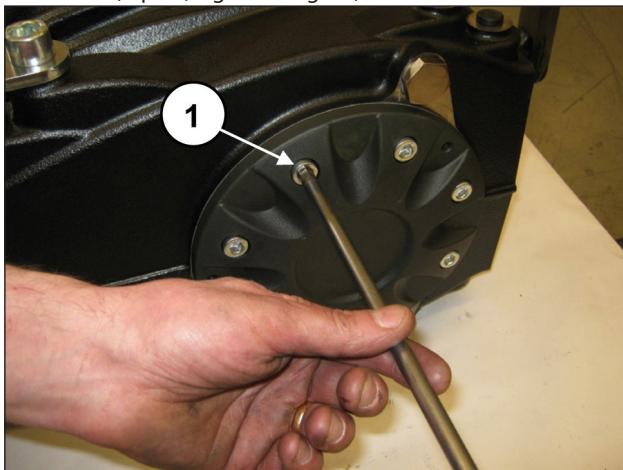
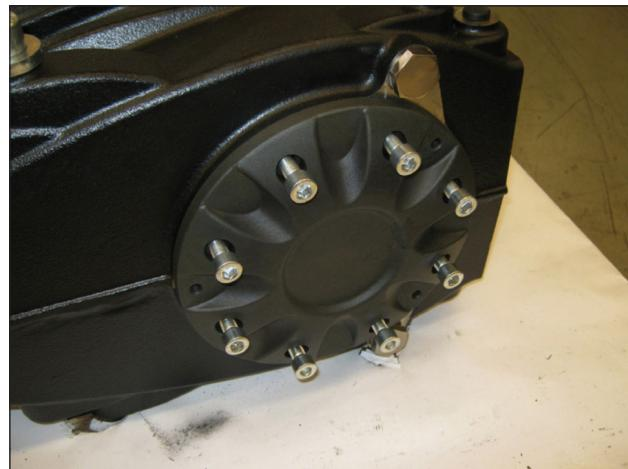

Fig. 26
Fig. 27
Du côté opposé, dévisser les vis de fixation du cache roulement (rep. ①, Fig. 26 et Fig. 27).